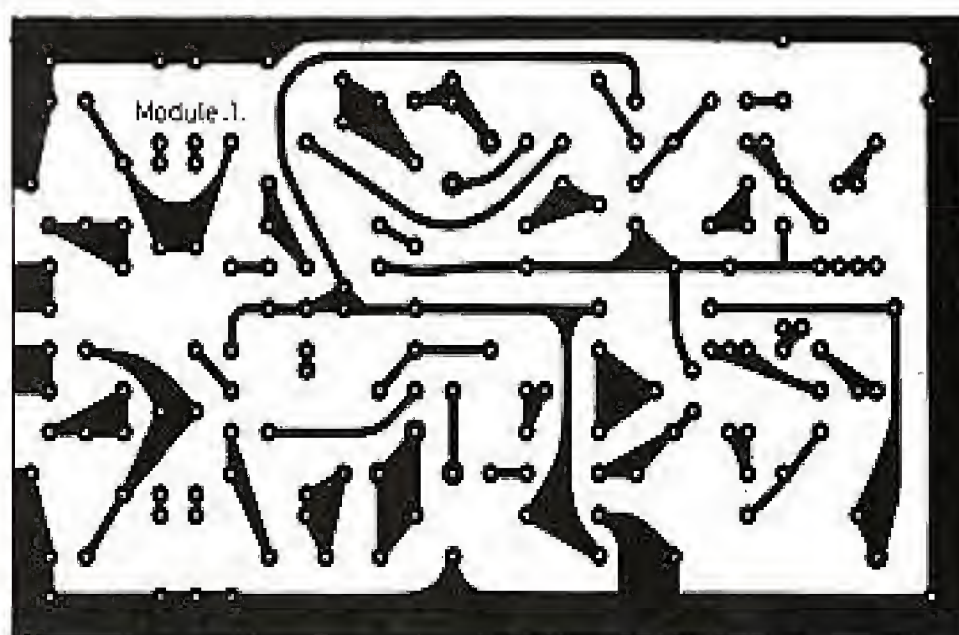

Fig. 21
- figure 21 : préamplis pour 2 voies, côté cuivre. Ce circuit sera reproduit en deux exemplaires, si on construit le commutateur à quatre voies.